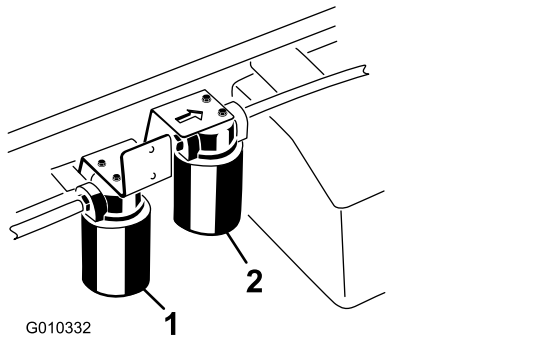

Figura 71
5. Aezai o tavă de golire sub filtru și îndepărtați filtrul (Figura 71).
4. Curăai suprafaa din jurul zonei de montare a filtrului pentru sistemul hidraulic de debit ridicat (Figura 71).